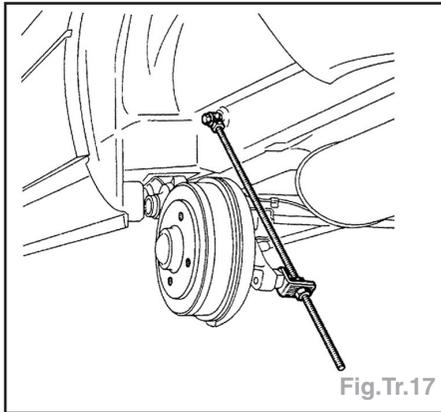

Fig.Tr.17
- Monter l'outil en lieu et place de l'amortisseur déposé (Fig.Tr.17).